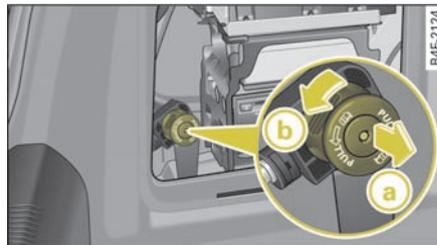

图 221 行李箱: 用于解锁牵引装置的手轮
- 沿箭头方向 =>第230页, 图 221 a 拉出手轮, 接着在拉住手轮的位置上按箭头方向转动到头 b。将牵引装置解锁并向下翻转。手轮二极管的颜色从绿色变为红色闪烁状态。